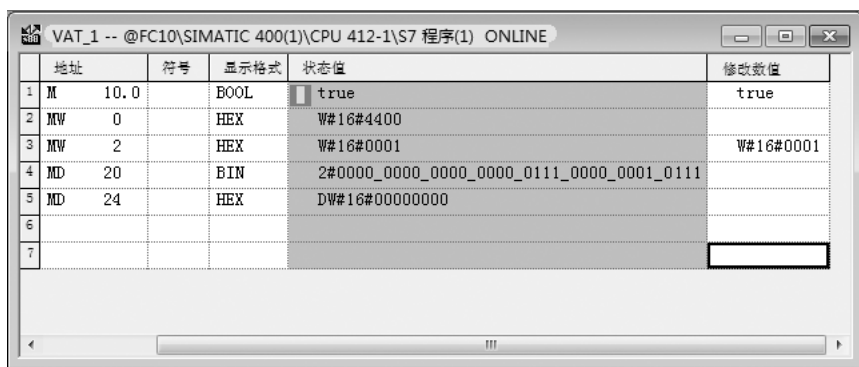

图 12-60 用变量表监控
① 使 M10.0 = 1，激活通信状态，使 MW2 (CMD) = 16#0001。反馈信息读取到 MD20 中，如图 12-60 所示。当 CMD = 1 时，反馈值的低 16 位有效，其各位含义见表 12-16。
如图 12-60 所示，反馈信息为 2#0000_0000_0000_0000_0111_0000_0001_0111。以下根据表 12-4 解释其含义。